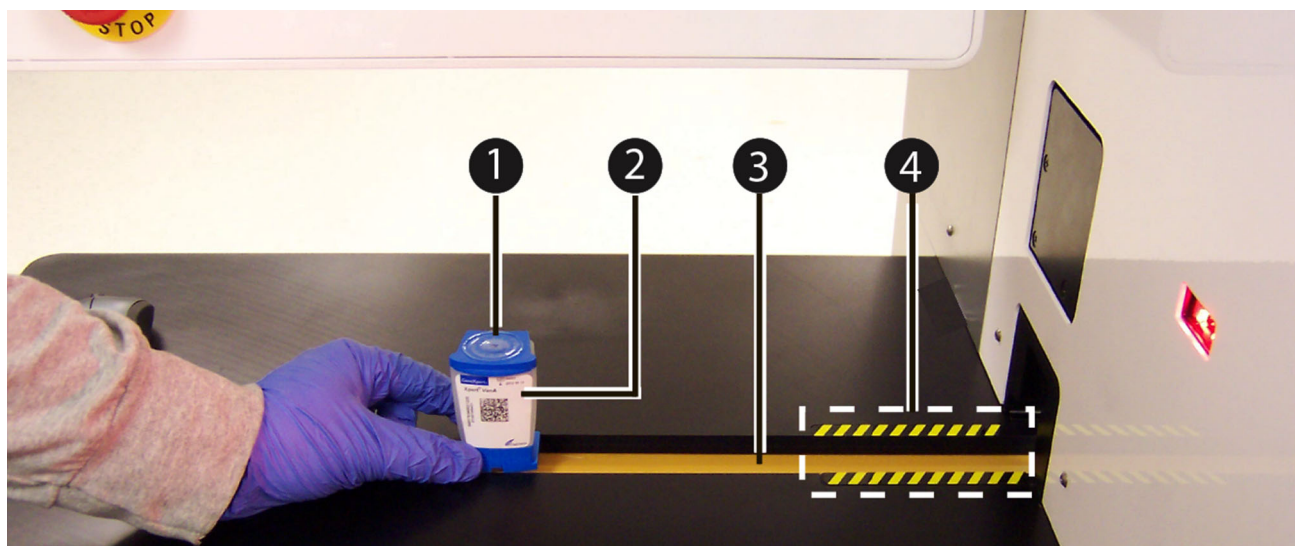

図 5-182. コンベヤーにカートリッジを配置します
- 図 5-182 に示すように、カートリッジ (アイテム # 1) をコンベヤー (アイテム # 3) の装填ゾーンの黄色と黒色の線 (アイテム # 4) の外側に配置します。ラベル (アイテム # 2) が手前に向いているのを確認して、カートリッジをコンベヤーに配置してください。